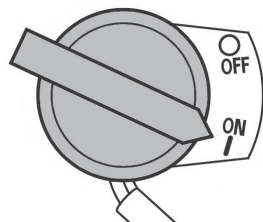

Рис. 17 Выключатель зажигания на двигателе
6. Переведите основной выключатель зажигания (на двигателе) в положение «ОН» (Включено) (Рис. 17).
4. Переверните основной выключатель зажигания (на двигателе) в положение «OFF» (ВЫКЛЮЧЕНО) (Рис. 17).